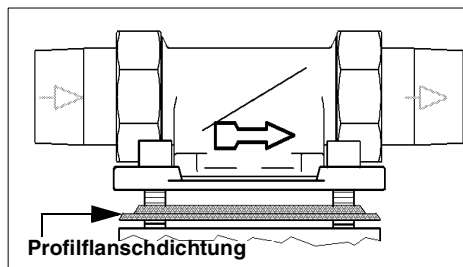

Abb. 3: Einbaudrehflansch
**Der Einbaudrehflansch muss in Fließrichtung installiert werden. Diese ist durch einen eingegossenen Pfeil gekennzeichnet (siehe Abb. 3).**
Das Profil der Profilflanschdichtung muss zum Einbaudrehflansch zeigen. Wird dies nicht beachtet, so kann es zu Undichtheiten und zum Austreten von Wasser kommen. Dabei können Wasserschäden an Haus und Einrichtung entstehen (siehe Abb. 3).